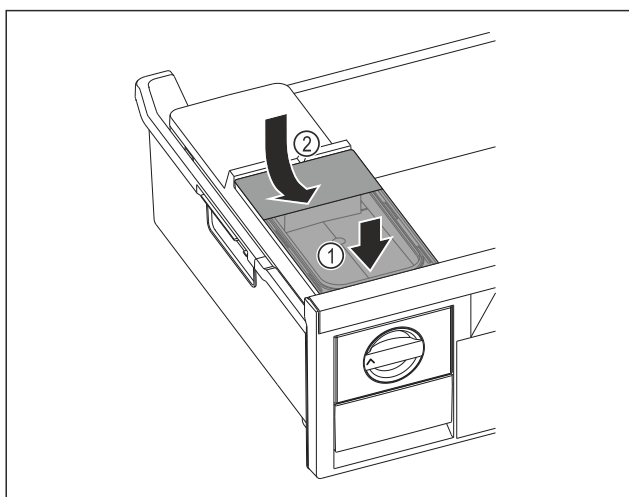

Fig. 125
- ▶ Nádržku na vodu nasadíte vpredu. Fig. 125 (1)
- ▶ Nádržku na vodu spustíte vzadu. Fig. 125 (2)